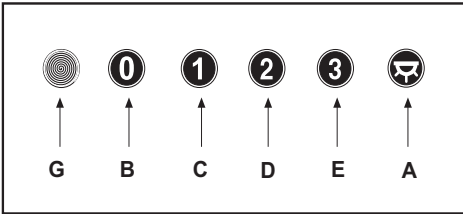

Fig.10
• **COMANDI:** (Fig.10) **SLIDER** la simbologia è di seguito riportata: